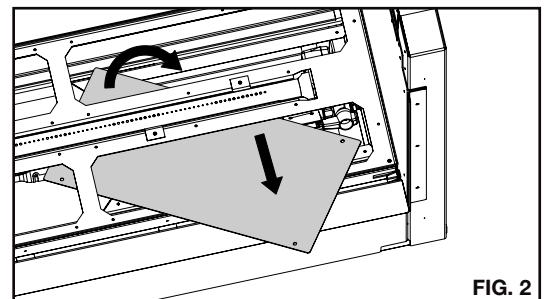

FIG. 2
4. Uninstall the 4 screws securing the component box cover. Turn and tilt the cover to remove it. **(Fig. 2)**
4. Désinstallez les 4 vis fixant le couvercle de la boîte à composants. Tournez et inclinez le couvercle pour le retirer. (Fig. 2)